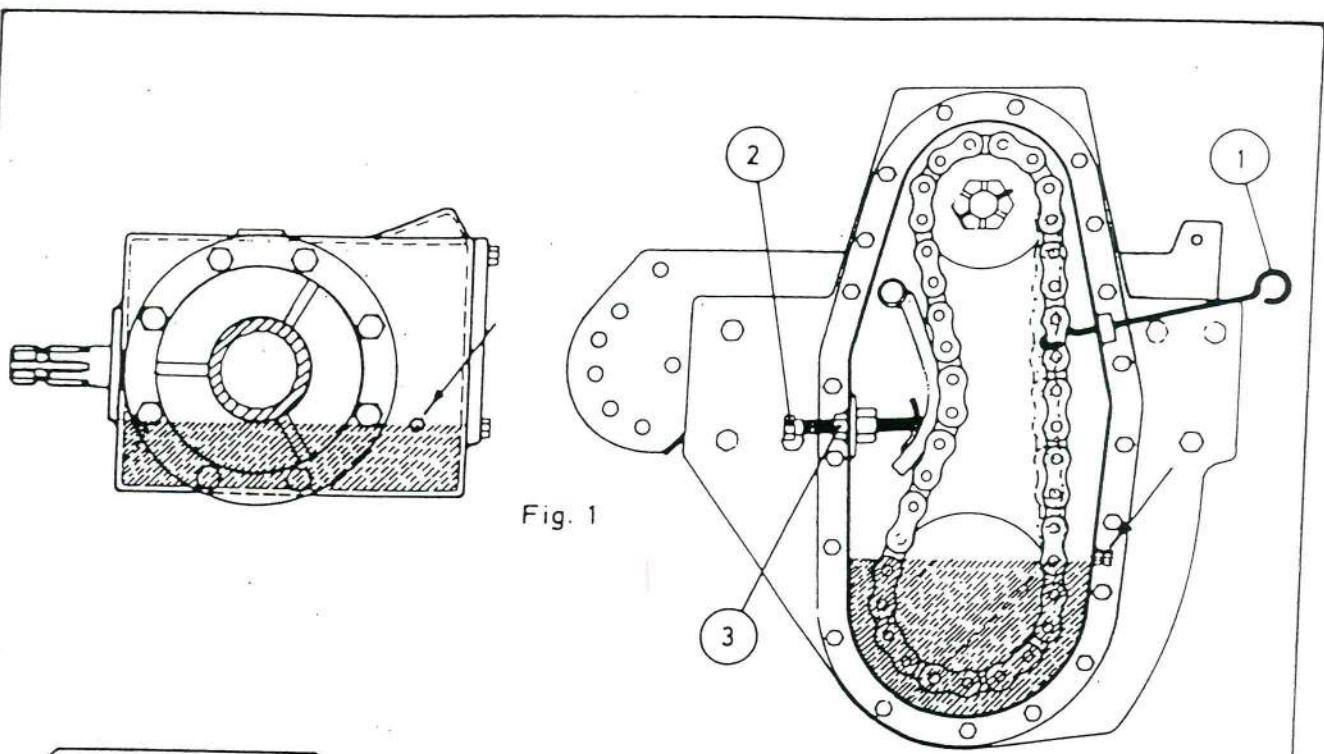

Fig. 1
- 7.- Bij ingedrukte koppeling of vrijloop, zodat de machine niet werkt, wordt het hydraulische systeem langzaam omhoog gebracht. Dit om na te gaan of de cardan as in de juiste positie staat. We raden aan, voor een goed behoud van de cardan as, een speling van 5 cm. te laten wanneer de AGRATOR in werkpositie staat.(Fig. 1). Indien de gewenste positie niet wordt bereikt, moet deze worden aangepast door de wormas van het derde punt bij te stellen.
Deze gegevens gelden wanneer de machine op een gemiddelde diepte werkt. (Fig. 1)